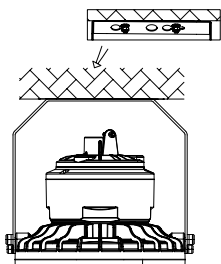

Fig. 4
4. Finally, tighten the nut of the screws (Figure 4).
4. Enfin, serrez l'écrou des vis (figure 4).